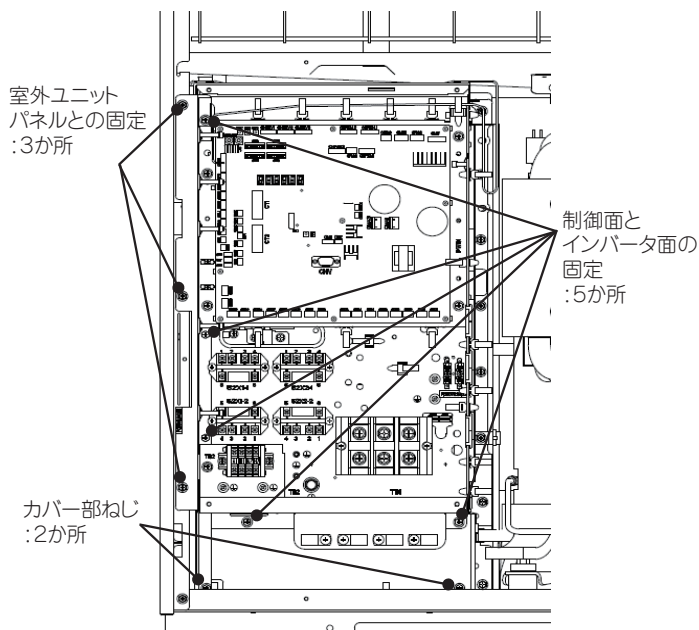

図3 取外し箇所
- 図3に示すようにハーネスをバンド、クリップ、制御基板上のコネクタから外し、指定のねじを外してください。